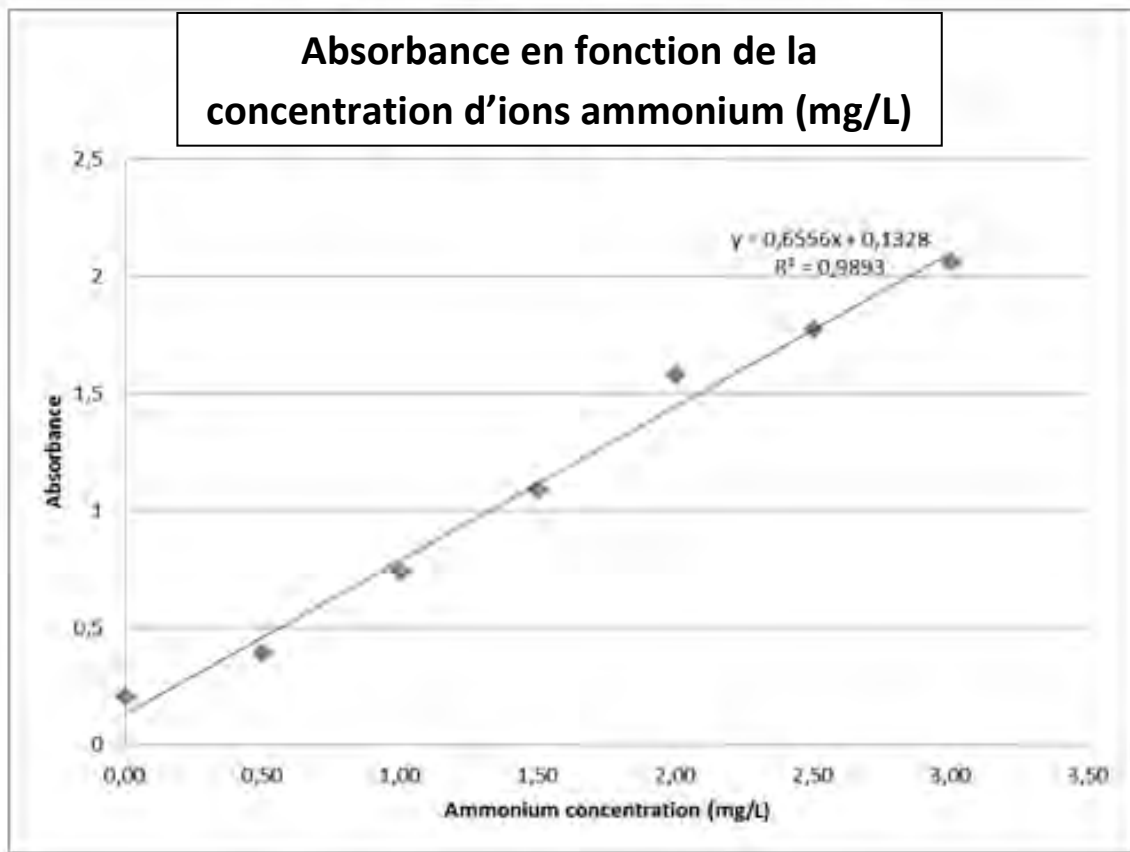

Figure 1.4. Courbe d'étalonnage montrant la corrélation entre Absorbance-Concentration en Ammonium.
11. Utilisez la courbe d'étalonnage (**figure 1.4**) pour déterminer la concentration